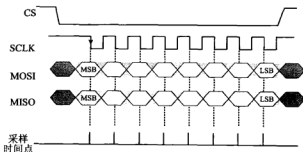

图 5.14.4  $CPOL=1, CPHA=0$
b)  $CPOL=1, CPHA=0$  的情况如图 5.14.4 所示。
如图 5.14.4 所示,初始时刻 SPI 接口处于空闲状态,SLCK 线保持在高电平状态。当 CS 跳变至低电平之后,开始数据传输。可以看到,数据在 SCLK 线的一个脉冲周期中的第 1 个边沿(此处是负跳变)得到传输。总结起来就是,当  $CPOL=1$  且  $CPHA=0$  时,SCLK 呈现负脉冲周期形式,数据在下降沿得到存取,在上升沿准备就绪。